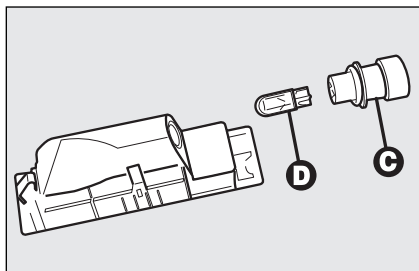

fig. 41
- verwijder de lamphouder **C-fig. 41** door deze iets te verdraaien en vervang de geklemd gemonteerde lamp **D**.